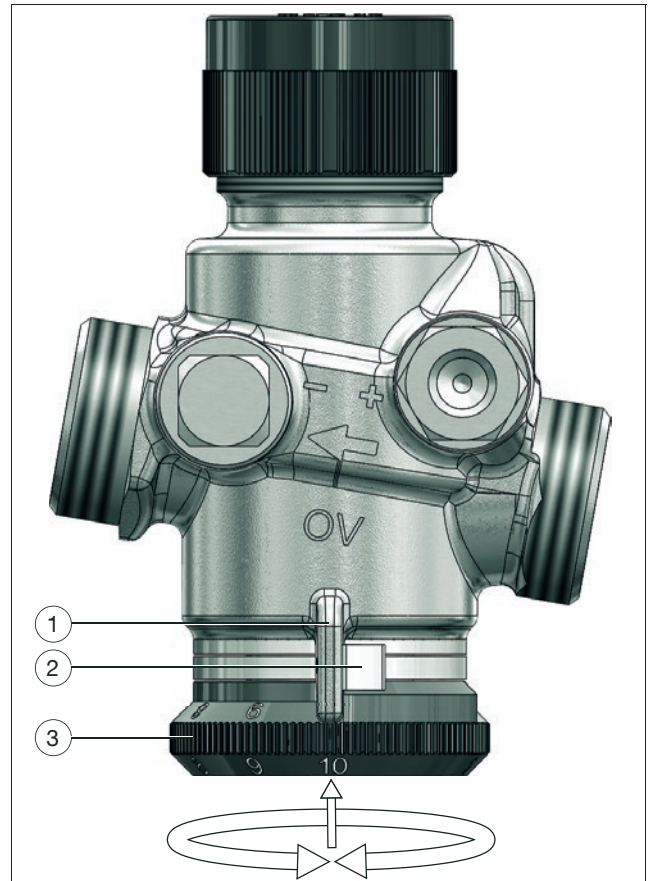

Abb. 6: Einstellen des Volumenstroms
Stellen Sie den gewünschten Volumenstrom mit dem Handrad ein (siehe Abb. 6).
1. Blockierring (2) in Abb. 6) entfernen.
2. Handrad (Position (3) in Abb. 6) drücken und drehen, bis die Sollwert-Markierung (Position (1) in Abb. 6) auf den gewünschten Durchflusswert zeigt (Handrad schnappt danach in die Verzahnung zurück).
3. Blockierring (Position (2) in Abb. 6) wieder einsetzen.